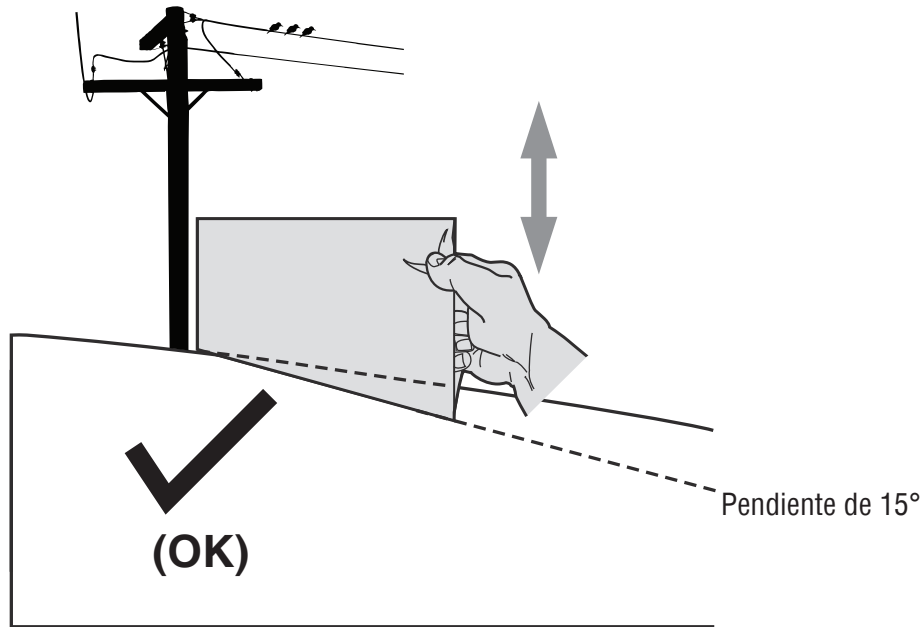
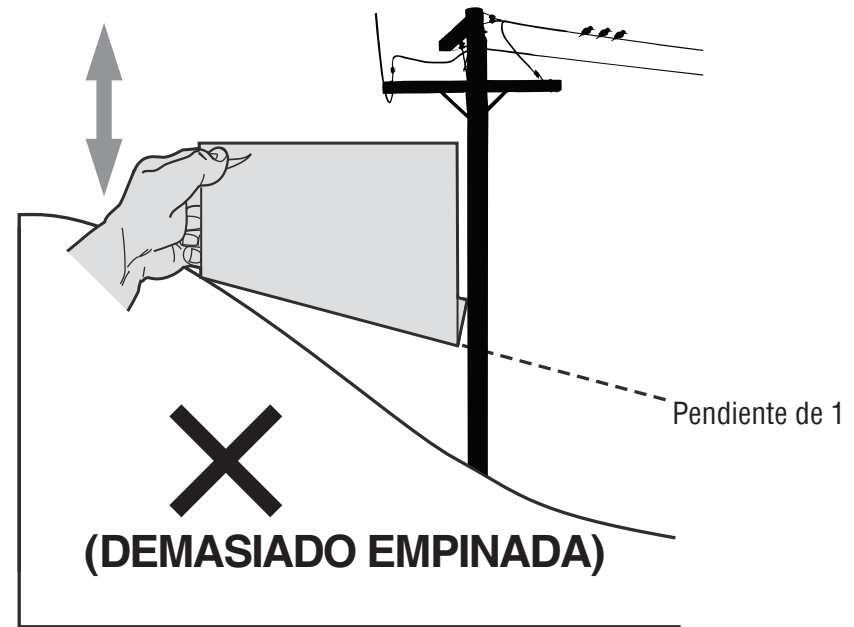

Figura 1
Figura 2
3. Alinee cualquier lado del indicador de pendiente con el objeto (consulte la Figura 1 y la Figura 2).
4. Ajuste el medidor hacia arriba o hacia abajo hasta que la esquina izquierda toque la pendiente (consulte la Figura 1 y la Figura 2).
5. Si hay un espacio debajo del indicador, la pendiente es demasiado empinada para una operación segura (consulte la Figura 2 arriba).
1. Fije el mango inferior en la plataforma de la cortadora de césped con pernos y tuercas (Figura 2).